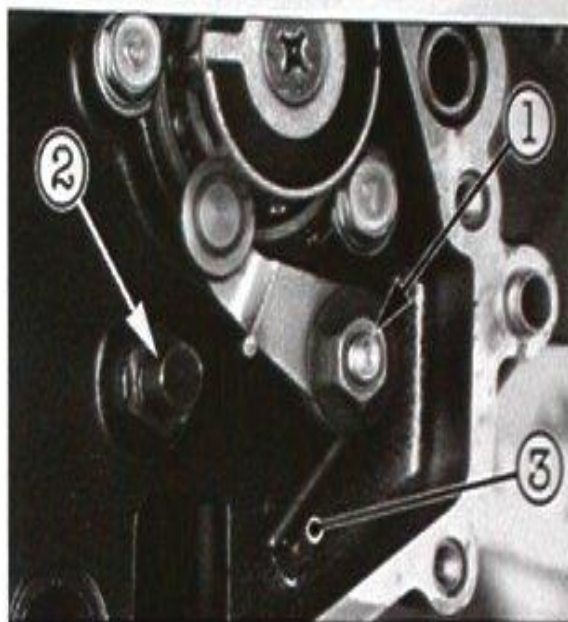
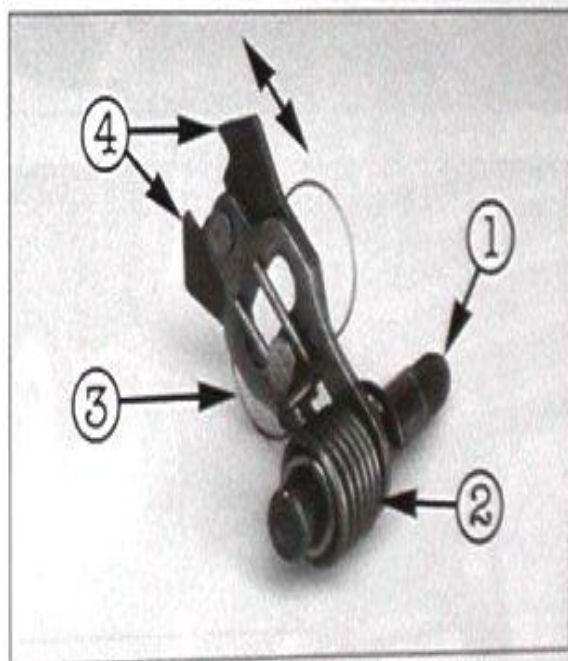

Bild 154
Bild 155
- Befestigungsmutter ① Bild 154 ausdrehen.
-  Schenkel- und Schaltarmfeder (Bild 155) der Schaltwelle sowie Feder des Arretierhebels (Bild 154) auf Anzeichen von Ermüdung oder Beschädigung untersuchen.
-  Schaltklinken ④ Bild 155 auf Anlaufstellen oder Beschädigung untersuchen. Ebenso Eingreifstifte der Schaltwalze.
-  Federanschlag ② Bild 154 auf festen Sitz prüfen. Lockeren Stift ausdrehen und mit flüssiger Schraubensicherung auf Gewinde wieder fest eindrehen (20 Nm).
- Schaltwalzenanschlag mit Unterlegscheibe und Feder montieren. Dabei Feder an Gehäusezapfen ausrichten (Bild 154).
- Flüssige Schraubensicherung auf Gewinde auftragen und Federanschlag ② Bild 154 eindrehen (20 Nm).
- Schaltwelle mit vorgespannter Schenkelfeder (Bild 155) in Gehäusedeckel einsetzen.